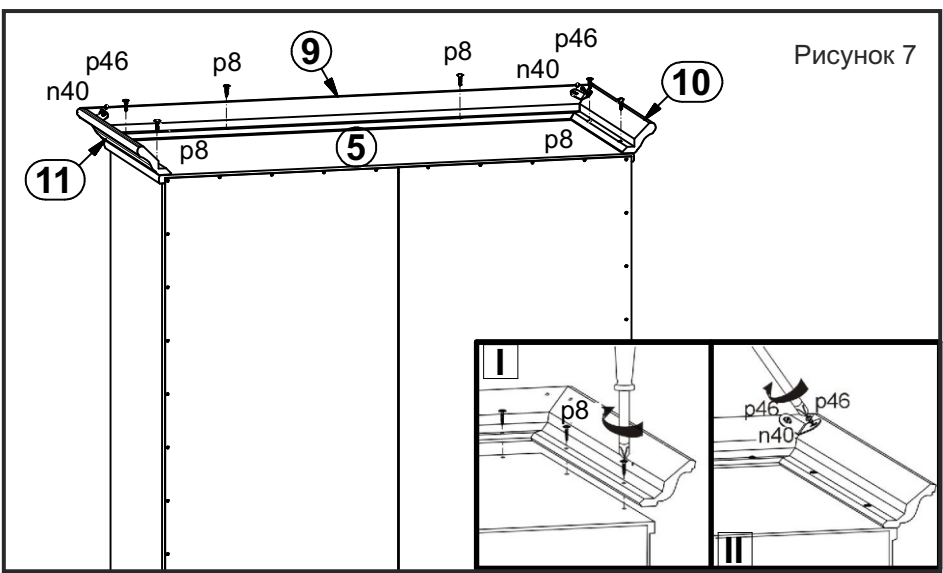

Рисунок 7
24. Соединить планки декоративные из МДФ **9, 10, 11** между собой с помощью уголков **p40** и шурупов **p46**, а затем закрепить на щите верхнем **5** шурупами **p8** (см. рис. 7).